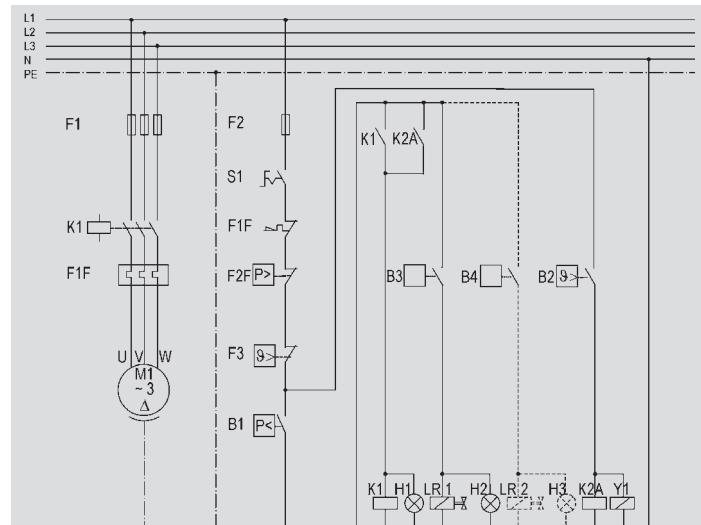

Bild 7, Fig. 7
**D** Bild 7: Schaltbeispiel
**GB** Fig. 7: Switching example
**F** Fig. 7: Exemple de commutation
Die Steuerung des Leistungsreglers geschieht im allgemeinen in Abhängigkeit von Druck, Temperatur oder relativer Feuchte. Der Freigabekontakt ist also entweder ein Pressostat, Thermostat oder Hygrostat (Bild 7). Die Schaltdifferenz der Steuergeräte sollte so groß wie möglich bemessen sein. Dies gilt ganz besonders bei der Steuerung durch Druck, weil sich bei einer Belastungsänderung im Kältekreislauf der Druck - im Vergleich zur Temperatur - relativ schnell ändert. Die Folge können unzulässige Pendelschaltung des Reglers sein.
The capacity regulator is generally controlled depending on pressure, temperature or relative humidity. The release contact is therefore either a pressostat, thermostat or hydrostat (fig. 7). The switching difference of the control units should be rated as large as possible. This applies in particular to control by means of pressure, because change to the load in the refrigeration circuit results in relatively quick pressure changes compared to temperature, which can in turn lead to inadmissible oscillation of the regulation.
La commande du régulateur de puissance est réalisée en général en fonction de la pression, de la température ou de l'humidité relative. Le contact de relâchement est donc soit un pressostat, un thermostat, soit un hygrostat (fig. 7). La différence de commutation des appareils de commande devrait donc être dimensionnée aussi grande que possible. Ceci est surtout valable pour la commande par pression parce que, en cas d'une modification de charge dans le circuit frigorifique la pression - en comparaison de la température - se modifie relativement vite, ce qui peut entraîner des commutations oscillantes du régulateur qui ne sont pas admises.